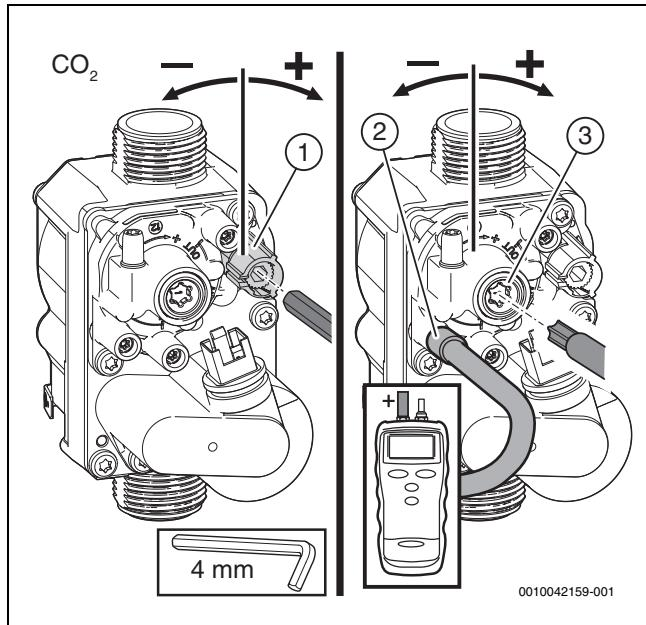

Bild 53 Einstellen der Gasarmatur
- Plombe an der Einstellschraube der Gasarmatur entfernen (nur Gasarmatur unten in Bild 53) und CO₂- oder O₂-Gehalt für minimale Nennwärmeleistung einstellen.